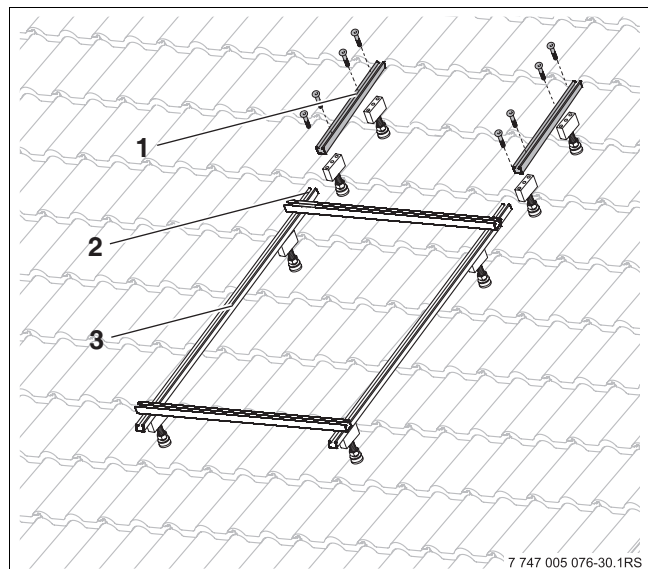

Fig. 44 Fixer le rail profilé-ballon au rail profilé FD/ÜD
- Insérer le rail profilé-ballon (fig. 44, [1]) sur le connecteur TSS [2] et visser avec des vis M8x20 et écrous M8.
- Fixer les rails profilés-ballon (fig. 44, [1]) à l'aide de deux vis par rail à l'écrou-cage.